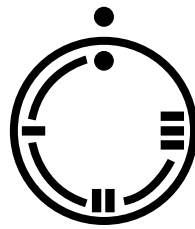

Рис. 11
- **переключатель температур** (рис.11) поставить на III
12. С помощью переключателя температур (рис.11) может быть установлена желаемая температура прямого хода.